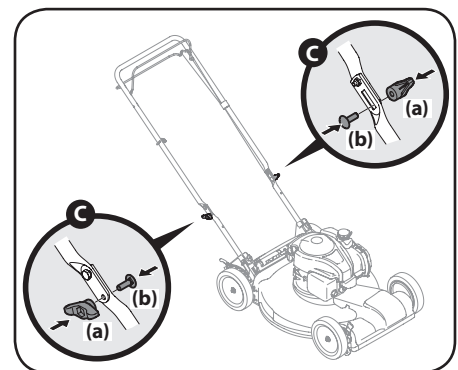

Figure 2-5
- c. Remettez les écrous à oreilles et les boulons ordinaires dans les trous inférieurs du guidon, comme à la Figure 2-5.